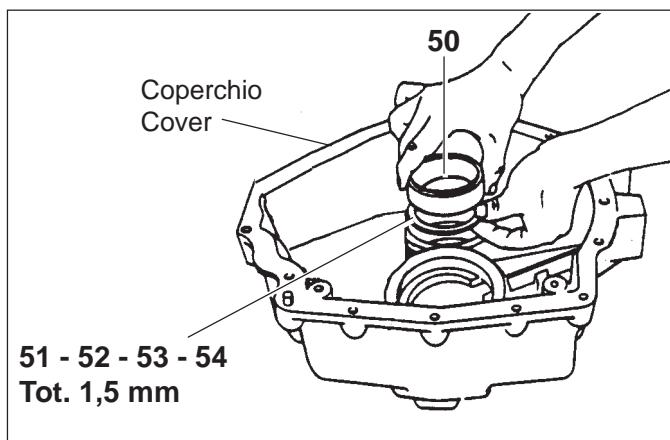

Fig. 31
entrata, nel coperchio. La loro somma deve dare uno spessore totale di 1,5 mm. Poi, con l'attrezzo (15751990117) montare la coppa del cuscinetto (50) (Fig. 31).
combine them to reach a fixed shimming of 1,5 mm. Then using the tool (15751990117) drive outer race bearing (50) (Fig. 31).